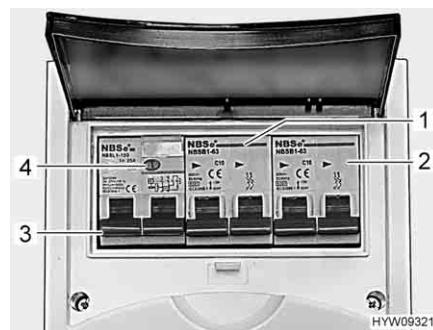

Fig. 132 Interruttore di sicurezza e interruttore automatico FI (scatola dei fusibili a 230 V)
Un interruttore di sicurezza per correnti di guasto (interruttore automatico FI) (Fig. 132,3) nella scatola dei fusibili protegge l'intero veicolo da correnti di guasto (30 mA).
L'interruttore di sicurezza collegato in serie (10 A) (Fig. 132,1) protegge le prese da 230 V, la centralina elettrica, il caricabatteria supplementare e il frigorifero.
Per veicoli con accessori opzionali, p. es. l'impianto di climatizzazione a tetto, un ulteriore interruttore di sicurezza (16 A) (Fig. 132,2) protegge l'apparecchio.
- Se il veicolo è collegato all'alimentazione a 230 V, premere il tasto di controllo (Fig. 132,4). L'interruttore di sicurezza per correnti di guasto (FI) deve scattare.